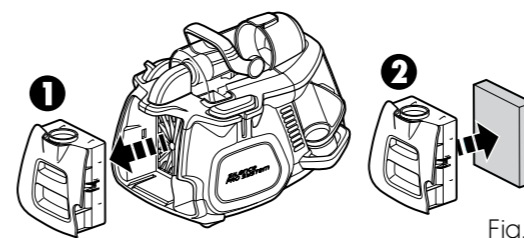

Fig. 6
- Retire la tapa del filtro en la parte posterior del producto (Fig.6).